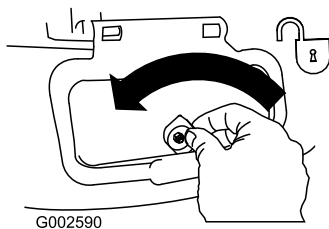

Figura 32
1. Desbloquee la puerta de descarga lateral (Figura 32).